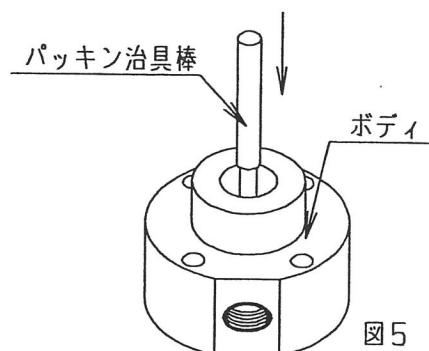

図5
- ⑥ ボディのバルブシート側よりパッキン案内棒の細い方を挿入し、プラスチックハンマーで叩き、パッキン等を外します。(図5)